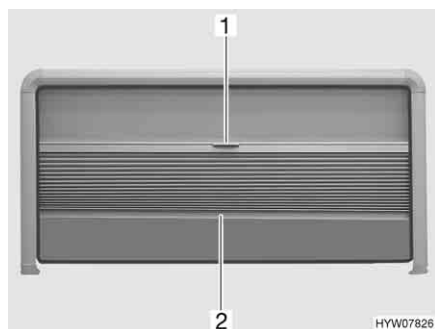

Fig. 69 Finestra apribile
- Afferrare la tendina oscurante pieghevole al centro dell'asta di chiusura (Fig. 69,2) e tirare delicatamente verso il basso.
- Tenere la parte centrale dell'asta di chiusura (Fig. 69,2) della tendina oscurante pieghevole e spingere quest'ultima verso l'alto con cautela.
- Tirare la zanzariera a rullo verso il basso utilizzando la maniglia (Fig. 69,1).
- Spingere la zanzariera a rullo completamente verso l'alto utilizzando la maniglia (Fig. 69,1).